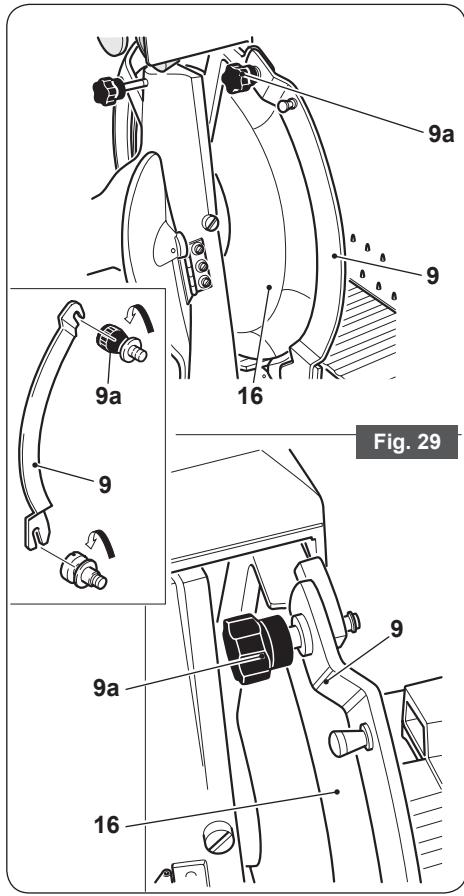

Fig. 29
- Sollevare l'affilatoio (17) e ruotarlo di 180° (fig. 29).